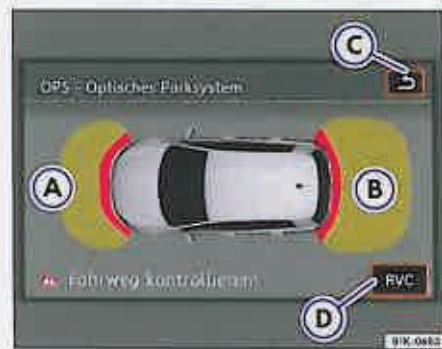
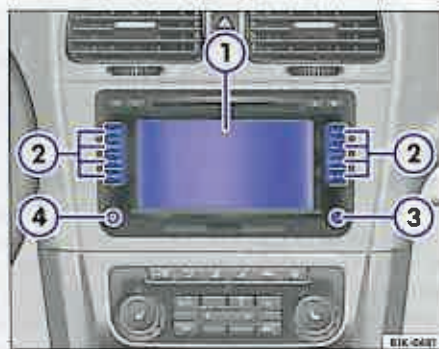

Fig. 24 Imagine de referință: Zona percepută în fața (A) și în spatele autovehiculului (B) (display color).
Fig. 25 Elementele de comandă: Ecran (1), taste de selectare (2), buton de reglare (3), buton de pornire oprire și regulator al volumului sonor (4).
Pe ecranul ⇒ fig. 25 ① radioului¹⁸⁾ sau al sistemului de navigație¹⁸⁾ se afișează zonele percepute în fața ⇒ fig. 24 (A) și în spatele autovehiculului (B) și poziția obstacolelor față de autovehicul ⇒ pagina 36, ⇒ ⚠.
• Afișajul sistemului optic pentru parcare poate fi dezactivat manual oricând, apăsând una dintre tastele de selectare ⇒ fig. 25 ② de la radio¹⁸⁾ sau de la sistemul de navigație¹⁸⁾, sau a tastei funcționale ⇒ fig. 24 (C) de pe ecranul color. Pentru a vedea din nou afișajul sistemului optic pentru parcare, trebuie să dezactivați și să reactivați controlul distanței la parcare¹⁸⁾ ⇒ pagina 19 sau sistemele de asistare a parării¹⁸⁾ ⇒ pagina 27.
Graficul $\Rightarrow$ pagina 34, fig. 24²⁰⁾ afișat pe ecranul radioului²⁰⁾ sau al sistemului de navigație²⁰⁾ indică zona supravegheată din fața și din spatele autovehiculului. Obstacolele recunoscute în zona din fața autovehiculului sunt afișate până la distanța de cca. 120 cm în față și cca. 60 cm lateral. Obstacolele recunoscute în zona din spatele autovehiculului sunt afișate până la distanța de cca. 160 cm în spate și cca. 60 cm lateral.